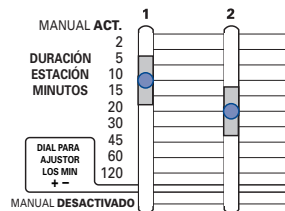

Ilustración 10: “Duraciones con el conmutador deslizante” fijadas en 10 minutos y 20 minutos
- Ponga cada conmutador en la hora deseada (de 2 a 120 minutos) para cada estación. [Ilustración 10]